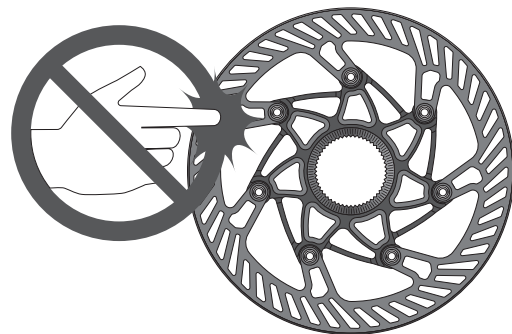

図3
- ・ 自転車が止まった状態でも、決してディスク・ブレーキ・ローターに手を触れないでください。ローター自体が非常に高温になることがあり、深刻な火傷を負う可能性があります。走行中のローターは非常に鋭利な状態になり、ローターの隙間に指を入ると重大な身体損傷の原因になることを、十分に認識してください（図3）。